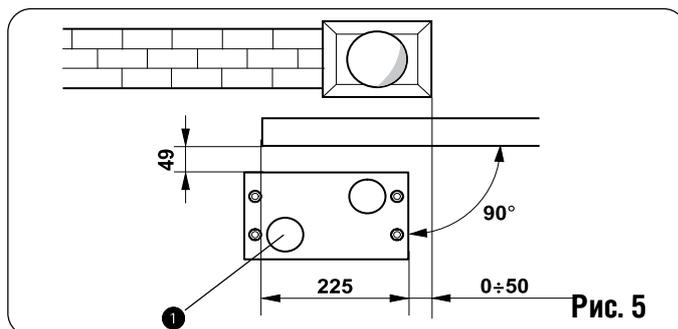
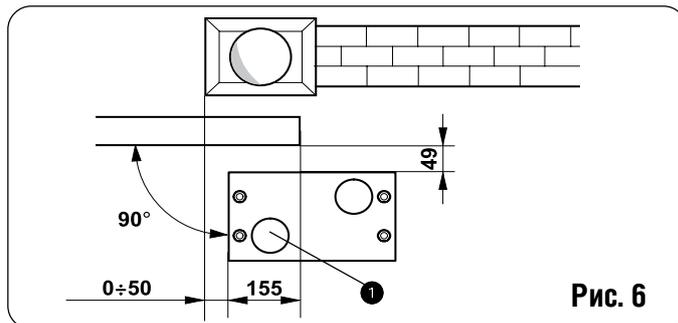

Рис. 5
Рис. 6
2) Плита основания должна быть расположена так, как показано на рис.5 (закрывание вправо) или рис.6 (закрывание влево), для правильного зацепления рейки и шестерни.